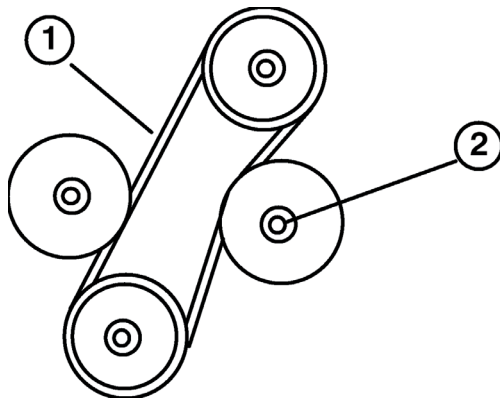

Figure 33
3. La courroie doit présenter une flèche de 6 mm quand une force de 22 Nm est exercée à mi-chemin entre les poulies (Fig. 33). Si ce n'est pas le cas, passez au point 4, sinon passez au point 5.
4. Desserrez le contre-écrou qui fixe la poulie de tension réglable (Fig. 33). Poussez la poulie de tension contre la courroie jusqu'à obtention de la flèche correcte, puis resserrez le contre-écrou (Fig. 33).
2. Desserrez le contre-écrou de fixation de la poulie de tension réglable, éloignez la poulie de la courroie et sortez la courroie des poulies (Fig. 33).
3. Installez une courroie neuve et réglez sa tension. Poussez la poulie de tension contre la courroie jusqu'à ce que vous obteniez une flèche de 6 mm quand vous exercez une force de 22 Nm à mi-course entre la poulie supérieure et la poulie de renvoi fixe. Resserrez le contre-écrou de la poulie de tension pour fixer le réglage (Fig. 33).